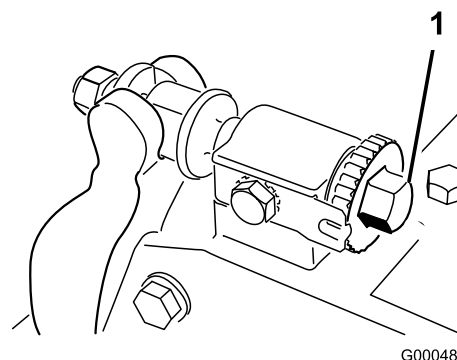
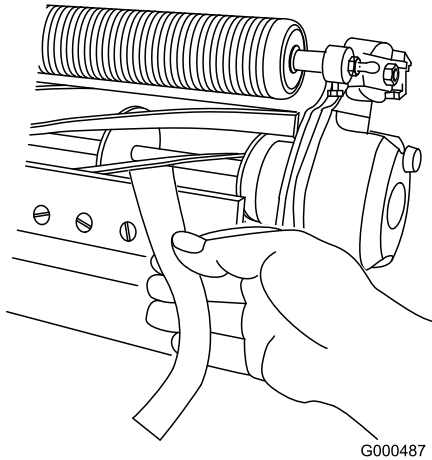

Bild 52
Bild 53
2. Stellen Sie sicher, dass die Spindel das Untermesser nicht berührt. Drehen Sie die Einstellschrauben des Untermesserträgers nach links (Bild 52).
4. Führen Sie an einer Seite der Spindel einen langen Streifen Papier zwischen der Spindel und dem Untermesser ein (Bild 53). Drehen Sie die Einstellschraube des Untermesserträgers, während Sie die Spindel langsam vorwärts drehen, nach rechts (am selben Ende der Spindel) (Bild 52), jeweils um einen Klick, bis das Papier fest gehalten wird, wenn Sie es von vorne parallel zum Untermesser einführen. Wenn das Papier gezogen wird, sollten Sie einen leichten Widerstand spüren.
6. Vergewissern Sie sich nach dieser Einstellung, dass die Spindel Papier einklemmen kann, das von vorne eingeführt wird, und Papier schneiden kann, das senkrecht zum Untermesser eingeführt wird (Bild 53). Papier müsste sich mit minimalem Kontakt zwischen Untermesser und Spindelmessern schneiden lassen. Wenn der Spindelwiderstand zu hoch ist, müssen Sie das Mähwerk läppen oder fräsen, um die für genaues Schneiden erforderlichen scharfen Kanten zu erhalten (weitere Informationen finden Sie in der Toro Bedienungsanleitung für das Schärfen der Spindel).